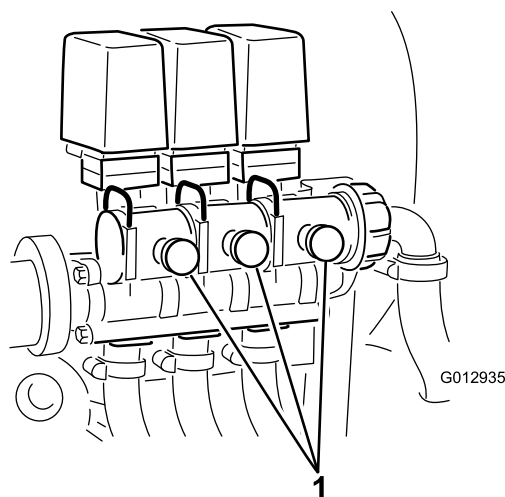

Figure 24
9. Réglez la vanne de dérivation de rampe (Figure 24) située sur l'arrière du distributeur de commande de la rampe que vous avez mise hors service jusqu'à ce que la valeur indiquée au manomètre soit la même qu'à l'opération 7.